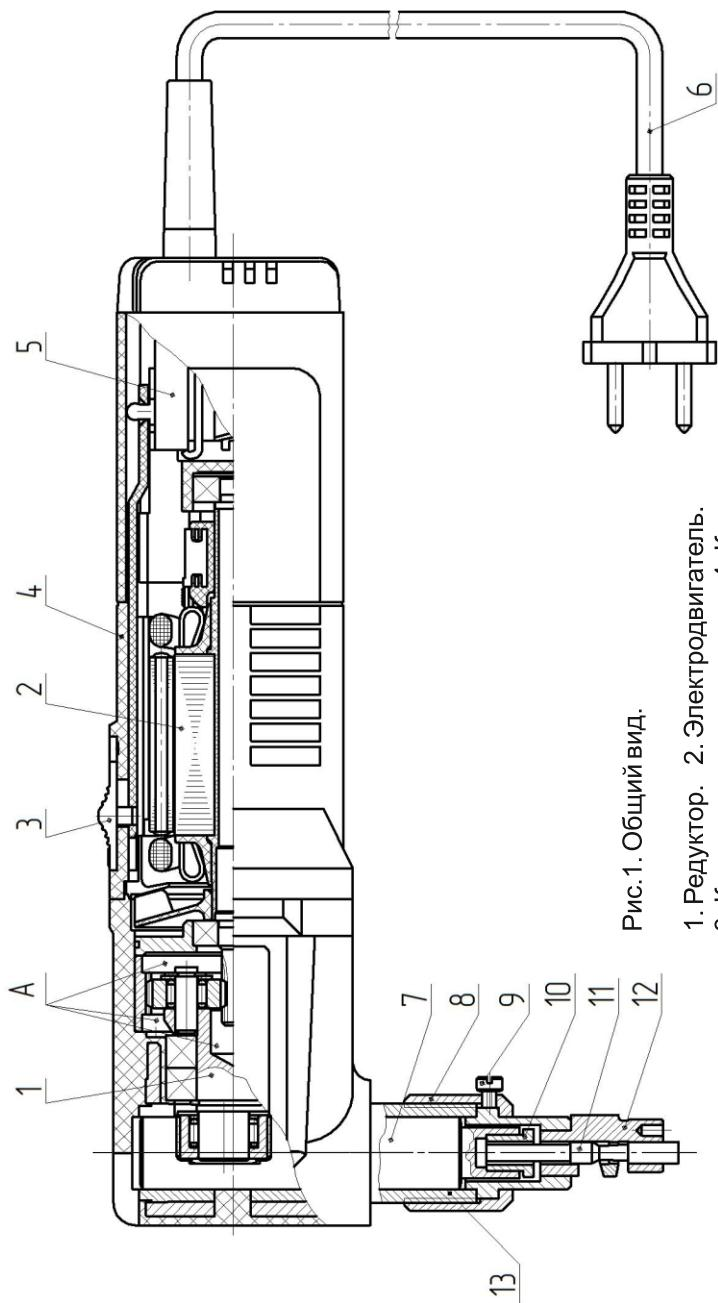

Рис.1. Общий вид.
Ножницы (рис.1) состоят из следующих основных частей: электродвигателя (2), редуктора (1), корпуса (4) со встроенным выключателем (5) и фильтром для подавления помех радиоприему, бегунка (11), направляющей (12), токоподводящего шнура (6).
Запрещается включать ножницы, когда в пазу направляющей (12, рис.1) находится разрезаемый лист.
В редуктор и подшипники закладывать смазку СМ₁-М₂ 4/12-Т2 или СМ₁-М₂ 4/12-2 ТУ38.101.320-77 или СИОЛ ТУ38-10152-74 или Литол-24 ГОСТ 21150-87, предварительно удалив старую смазку. Заполнить полости А (рис.1) на 2/3 объема, шариковые подшипники до уровня шариков, роликовые подшипники до уровня защитных шайб, впадины зубчатых колес вышеуказанный смазкой.